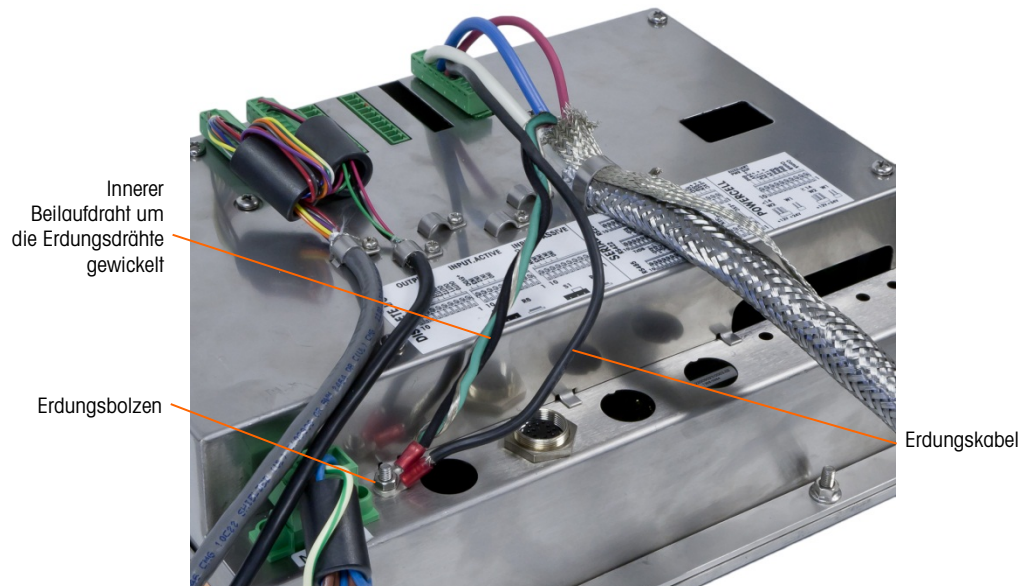

Abbildung 2-69: Abgeschlossen Erdungsdrahtvrbindingseinrichten, Frontplattengehäuse
4. Verzwirbeln Sie nun den inneren Beilaufrdraht des Hauptkabels mit den schwarzen und grünen Erdungsdrähten und befestigen Sie diese am externen Erdungsbolzen, siehe Abbildung 2-69.